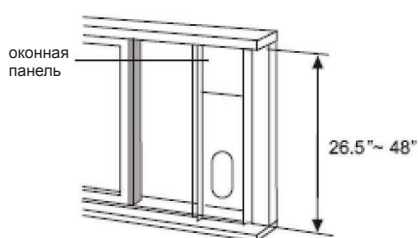

Рис. 15
2. Установите скользящую оконную часть на подоконнике. Отрегулируйте длину скользящей оконной части в зависимости от ширины окна. Укоротите скользящую часть, если ширина окна меньше 27". Откройте скользящую створку и поместите скользящую оконную часть на подоконник (см. рис.15).